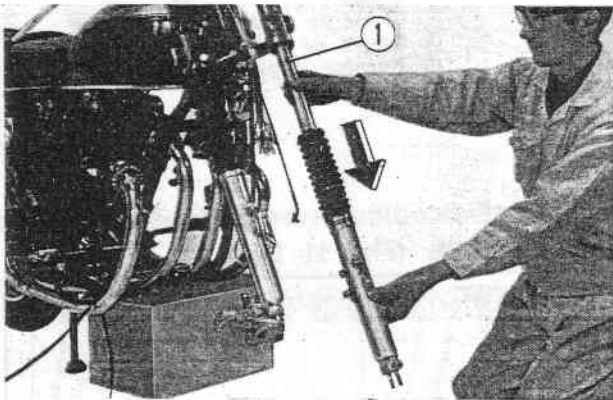

Fig. 11-12 ① Demi-fourche avant
3. Dévissez les boulons de 8×56 mm de fixation du tube de fourche avant (situés sur la potence de fourche) et ceux de 10×40 mm de fixation de ce même tube situés sur la colonne de direction. Tirez doucement la fourche vers le bas. (Fig. 11-12)